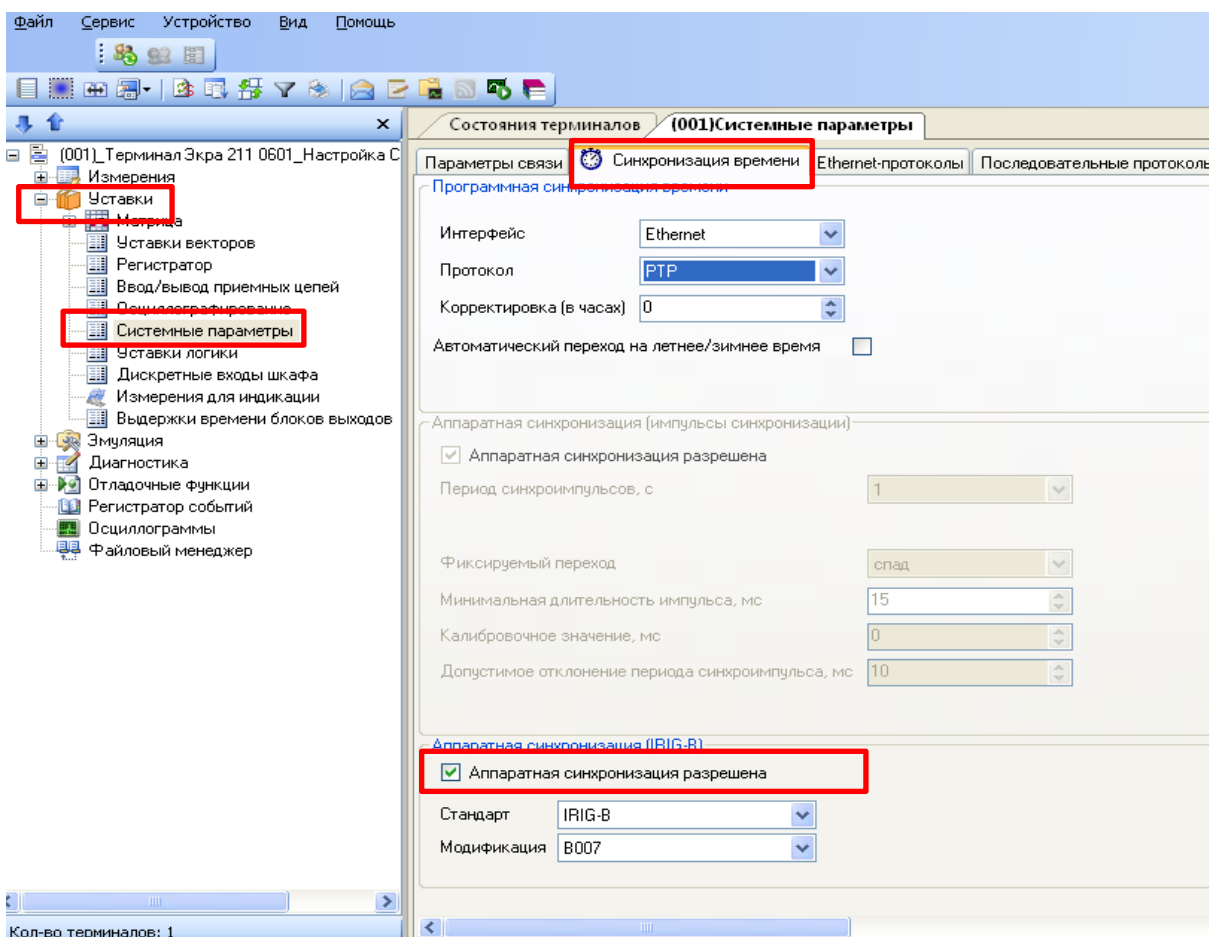

Рисунок 19 – Окно настройки синхронизации времени по протоколу IRIG-B
8.1.1 В «дереве» проекта ПО АРМ-релейщика выбрать **Уставки** -> **Системные параметры** и открыть окно, дважды щелкнув мышкой на соответствующем пункте «дерева» проекта (см. рисунок 19).
8.1.3 Для разрешения синхронизации необходимо установить флажок в пункте **Аппаратная синхронизация (IRIG-B)** (см. рисунок 19).
Примечание – Для включения варианта Аппаратная синхронизация (IRIG-B) должен быть снят флажок в пункте **Аппаратная синхронизация (импульсы синхронизации)** (см. рисунок 19).
Примечание – Для включения варианта Аппаратная синхронизация (импульсы синхронизации) должен быть снят флажок в пункте **Аппаратная синхронизация (IRIG-B)** (см. рисунок 19).